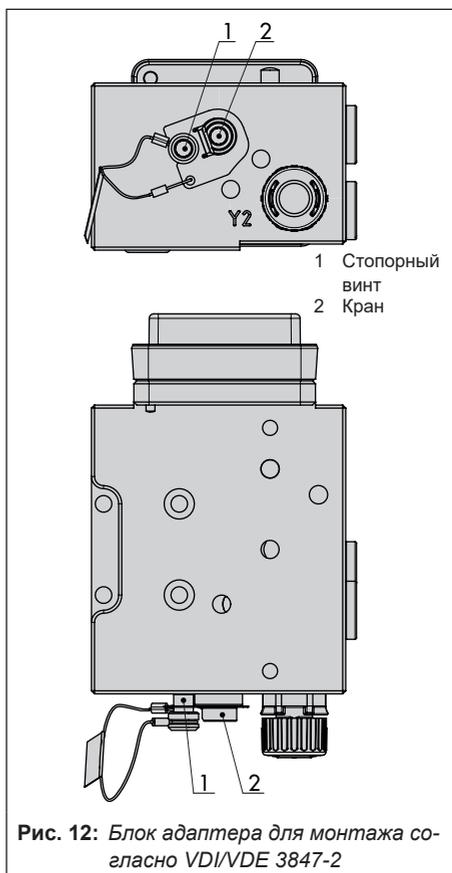

Рис. 12: Блок адаптера для монтажа согласно VDI/VDE 3847-2
Процедура блокировки привода на месте (см. рис. 12):
4. Вставьте и закрепите пальцевый штифт в положении 90° на рычаге позиционера (см. рис. 12). Используйте самый длинный пальцевый штифт, входящий в монтажный комплект.
5. Выровняйте позиционер на кронштейне адаптера (1) таким образом, чтобы пальцевый штифт вошел в кулачковую муфту привода (3).
6. Закрепите позиционер на кронштейне адаптера (4) с помощью крепежных болтов (6).
4. Вставьте и закрепите пальцевый штифт в положении 90° на рычаге позиционера (см. рис. 12 на стр. 58).
7. Установите реверсивный усилитель Тип 710 (7) вместе с двумя направляющими втулками (8) и зажимной платой (9) на кронштейн адаптера с помощью соответствующих крепежных болтов (10).